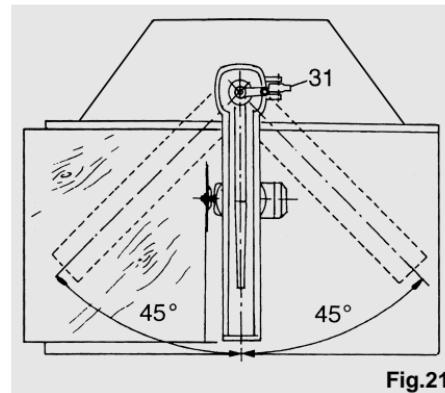

Fig.21
- Positionner le bras à 0° comme dans la figure 21 et en bloquer la rotation en insérant le levier (31) dans le logement correspondant.
- Appuyer une planche contre la règle de butée, la couper sur toute la course du chariot et vérifier que la coupe est à l'équerre (voir figure 21).